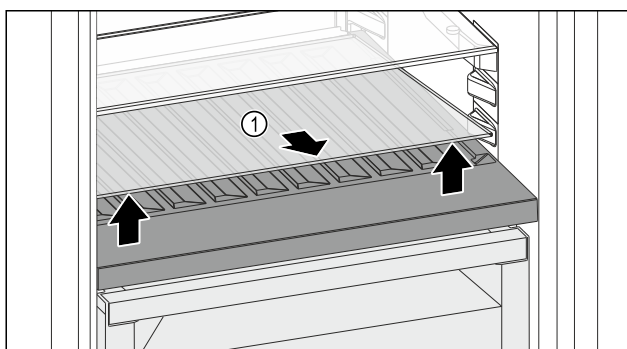

Fig. 113
- ▶ Sklenú dosku Fig. 113 (1) na vybraní vpredu nadvihnite a vytiahnite.
- ▶ Sklenú dosku Fig. 113 (1) bezpečne uchovávajte mimo zariadenia.